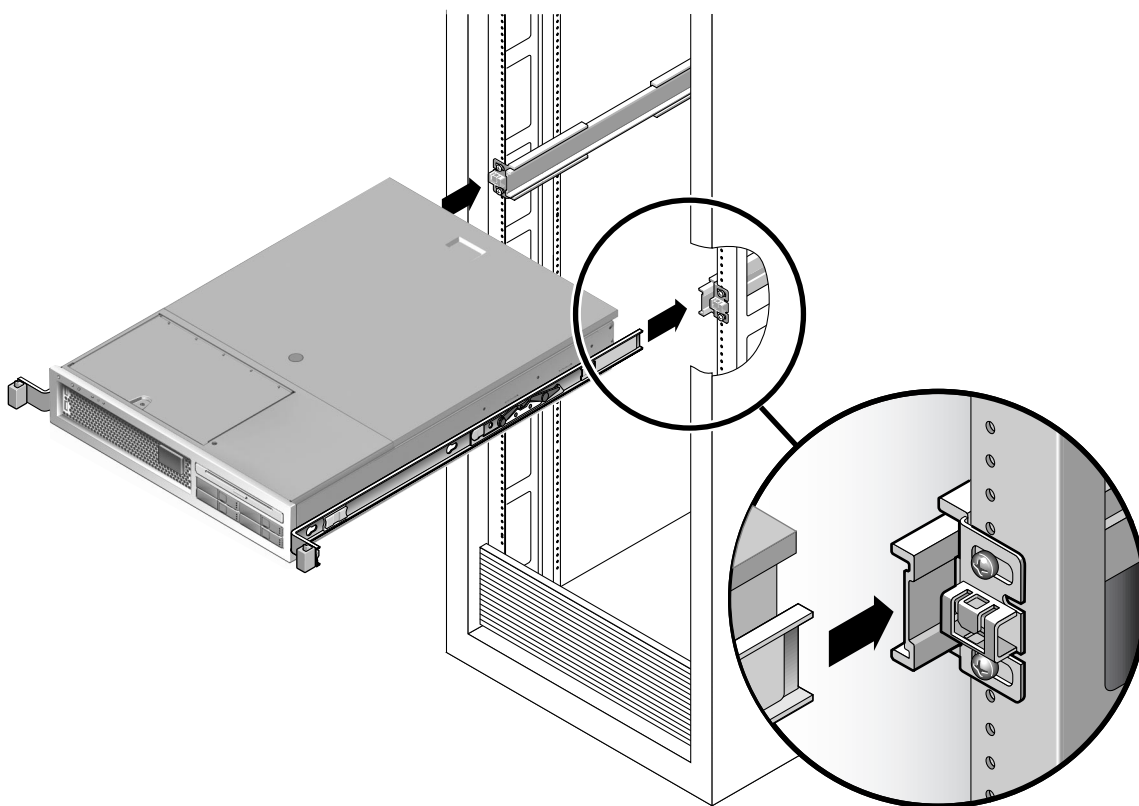

FIGURA 2-7 Montaggio dello chassis sulle guide
10. Inserire le estremità delle staffe di montaggio nelle guide (FIGURA 2-7).